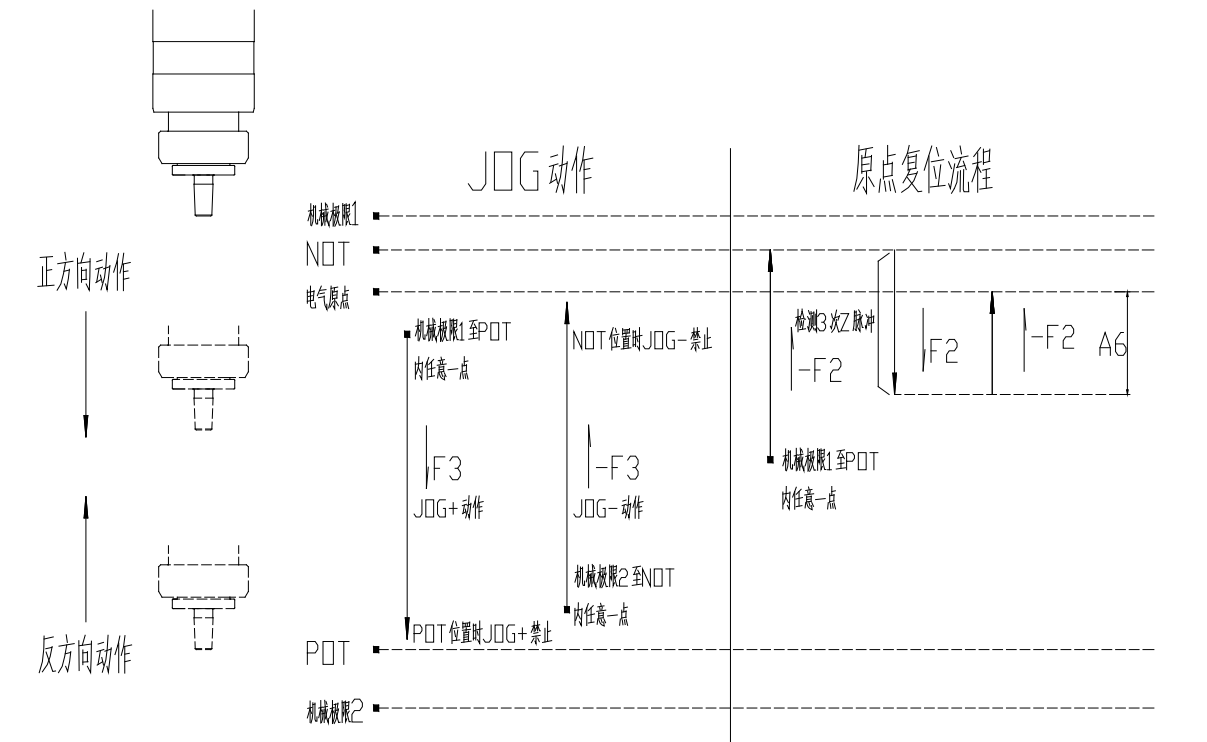

图 10-1 点动、原点复位动作图
- (1) 点动及原点复位都需要在手动状态下 **MAN/AUTO**(**MAN** 低电平有效、**AUTO** 高电平有效)执行，各模式的点动及原点复位动作都相同。点动 **JOG+**、**JOG-** (高电平有效) 动作受 **NOT**、**POT** (低电平有效) 限制。原点复位时，机械初始位置必须在 **NOT** 至 **POT** 范围内 (含 **NOT** 点，不含 **POT** 点)，**POT** 低电平时无法完成复位动作，否则将导致机械损坏。
- (2) 原点复位流程：以 **HTRG** 信号 (上升沿有效) 触发原点复位动作，初期马达以 **-F2** 的转速向原点限位 **NOT** 动作，在 **NOT** 动作后又以 **F2** (**P7.06**) 的转速正向动作并检测编码器 Z 相脉冲，检测到 3 次时 (次数为系统设置，用户不可修改) 又以 **-F2** 的转速反向动作 **A6** (**P7.28**) 的行程，停止后原点复位动作完成，停止位置定义为电气原点，伺服驱动器同时输出 **HEND** 信号 (高电平输出)。原点复位期间如果停止信号 **EMG** 为 OFF, 原点复位动作停止，机械立即停止在当前位置。**HEND** 信号在停止时、伺服驱动器断电、伺服驱动器报警 (**ALM** 信号高电平输出)、自动切换至手动状态时将被复位。(整个过程见图 10-1)
- (3) 伺服驱动器有 **ALM** 信号输出时、停止时、断电时将复位所有输出信号 (输出信号变为上电初期的状态，不包括 **ALM**)。
- (4) 电气原点位置应在 **NOT** 点的正方向，且不能和 **NOT** 点重合，否则自动周期将无法进行。所以在设置 **A6** 时，客户需根据实际需要来设置。